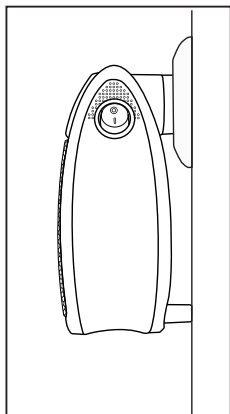

Fig. 1
- L'appareil ne doit être utilisé que branché à la verticale dans une prise de courant et entièrement monté. Les écarteurs **10** doivent toucher le mur (voir fig. 1).